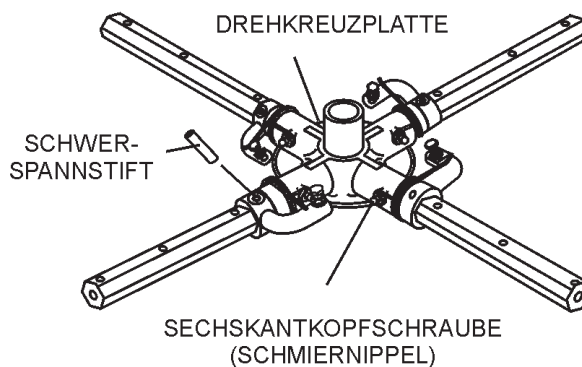

Abbildung 43. Entfernen des Schwerspannstifts und Schmiernippels
1. Jeder Glättarm wird an der Drehkreuzplatte durch eine Sechskantschraube (mit Schmiernippel) und einem Schwerspannstift gesichert. Die Sechskantschraube und den Schwerspannstift (Abbildung 43) aus der Drehkreuzplatte nehmen.